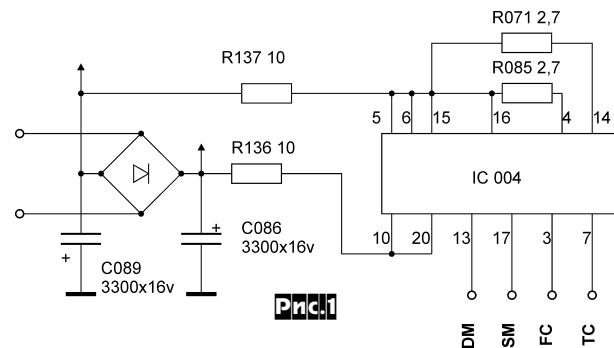

Рис.1
- Виды экрана при работе *freq* показан на *рис.1*, а при работе *specgram* (embossed) - на *рис.2*.
Фрагмент принципиальной схемы приведен на **рис. 1**. Питание IC004 осуществляется от нестабилизированного источника (порядка +12 В) через гасящие резисторы R136, R137. Токи потребления этой ИС приведены в **таблице**. Анализ напряжений в контрольных точках ос-